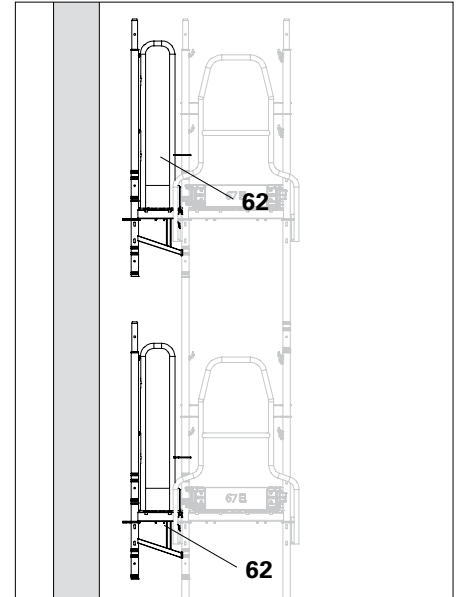

Abb. D1.03
2. An Randrahmen Konsole ECM (62) mit vormontiertem Geländerpfosten EVP (50) montieren. (Abb. D1.03)
3. Stahlbeläge EDS (30) einlegen.
4. Stirngeländer EPF (53) montieren. (Abb. D1.03)